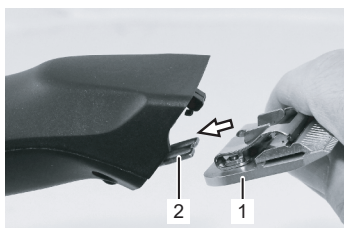

Fig. 17
6. Sätt klipphuvudet på svängarmen och vik den över den påslagna klippen med lätt tryck (Fig. 17, 18, 19).